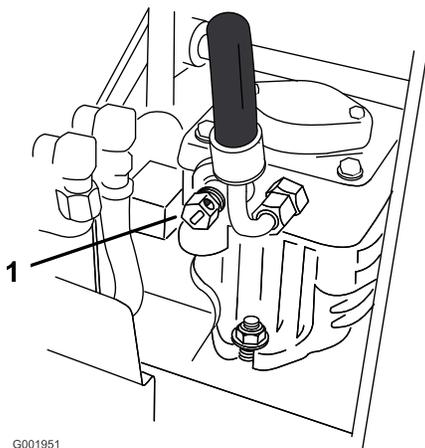

Bild 10
2. Drehen Sie das Sicherheitsventil an beiden Pumpen um eine oder zwei Umdrehungen nach rechts, um es zu öffnen. So kann Hydrauliköl an der Pumpe vorbei direkt zu den Rädern fließen, die sich daraufhin drehen können (Bild 10).